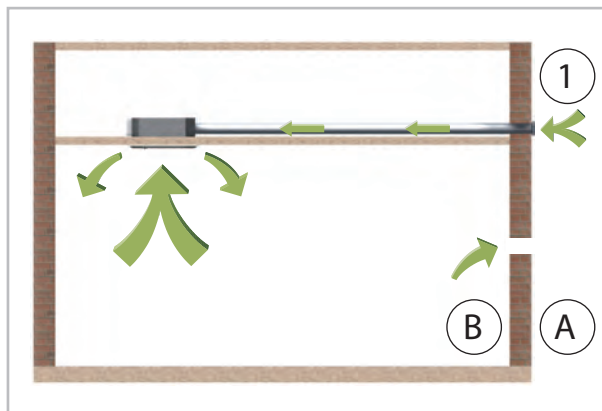

Fig. 27: Raccord d'air frais
- En ce qui concerne le raccord d'air frais, montez un col de raccordement 65 mm (Voir la Fig. 27).